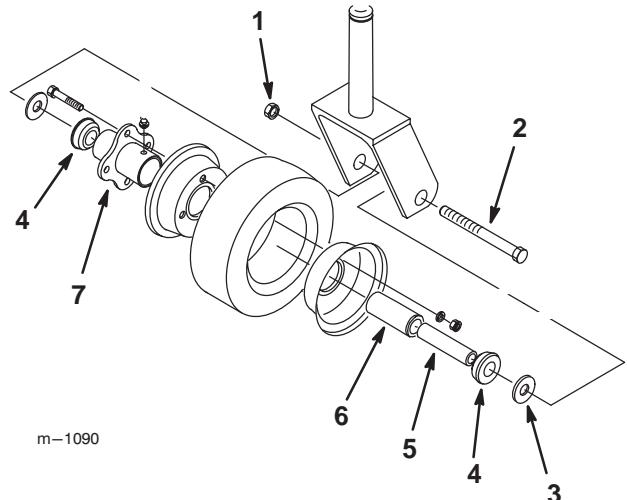

Bild 33
1. Entfernen Sie die Sicherungsmutter und die Radschraube, mit denen das Laufrad an der Laufradgabel befestigt wird (Bild 33).
2. Entfernen Sie die Scheibe und Büchse und ziehen dann die Steckbüchse sowie das Rollenlager aus der Radnabe heraus (Bild 33).
3. Entfernen Sie die andere Scheibe und Büchse aus der Radnabe und entfernen alle Fett- und Schmutzrückstände daraus (Bild 33).
4. Kontrollieren Sie das Rollenlager, die Büchsen, die Steckbüchse sowie die Innenseite der Radnabe auf Verschleiß. Tauschen Sie alle defekten und abgenutzten Teile aus (Bild 33).
5. Montieren Sie die Scheiben an der Außenseite der Büchsen und dann das Laufrad an der -gabel; sichern Sie die Gruppe anschließend mit der Radschraube und der Sicherungsmutter ab. Ziehen Sie die Sicherungsmutter so weit fest, dass die Steckbüchse an der Innenseite der Laufradgabel anschlägt (Bild 33).